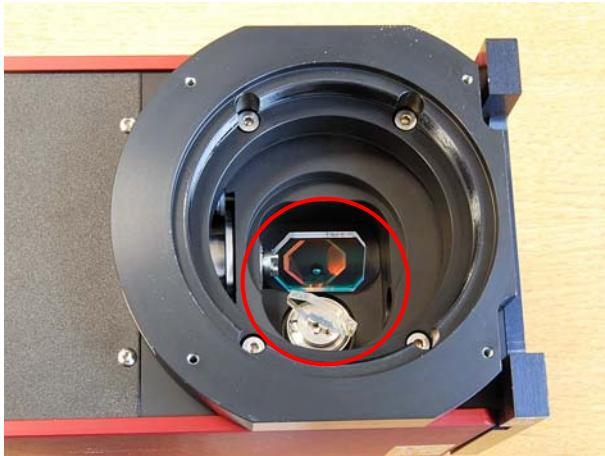

Abbildung 8.11 Reinigungszustand prüfen
11. Reinigungszustand der Umlenkspiegel (Abbildung 8.11) prüfen.